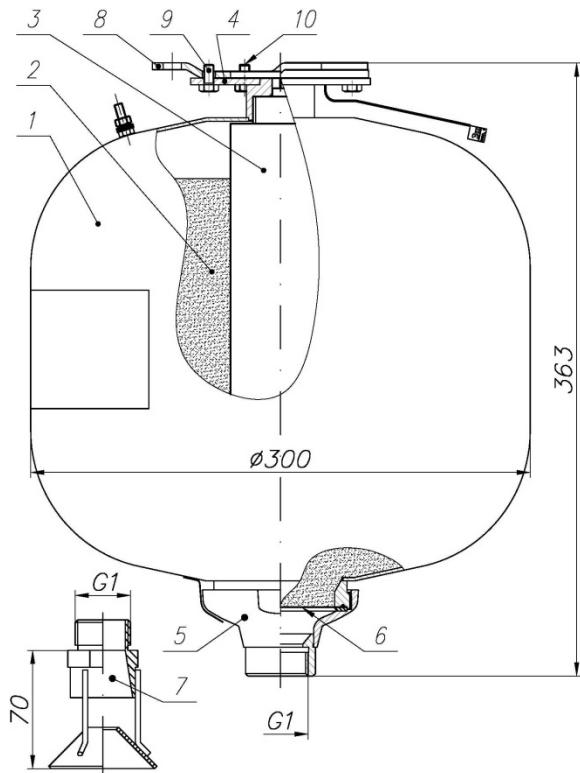

Рис. 1. Устройство модуля порошкового пожаротушения «БУРАН-15КД»
4.1. Модуль (рис.1) представляет собой герметичную конструкцию, состоящую из стального корпуса 1, заполненного огнетушащим порошком 2, генератора газа 3 с электроактиватором, держателя модуля 4, выпускного насадка 5 и разрывной мембранны 6 с насечками. Разрывная мембрана плотно прижата к корпусу выпускным насадком. На выходном отверстии выпускного насадка имеется резьба G1 для установки распылителя 7.
6.2. Соединить держатель модуля 4 (рис. 1) с кронштейном 8 так, чтобы головки болтов 10 вошли в широкие части пазов держателя модуля. После этого повернуть модуль вокруг оси до упора, болты при этом заходят в узкие части пазов идерживают модуль в подвешенном состоянии. Зафиксировать от поворота модуль относительно кронштейна болтом 9. Затянуть болты 10.